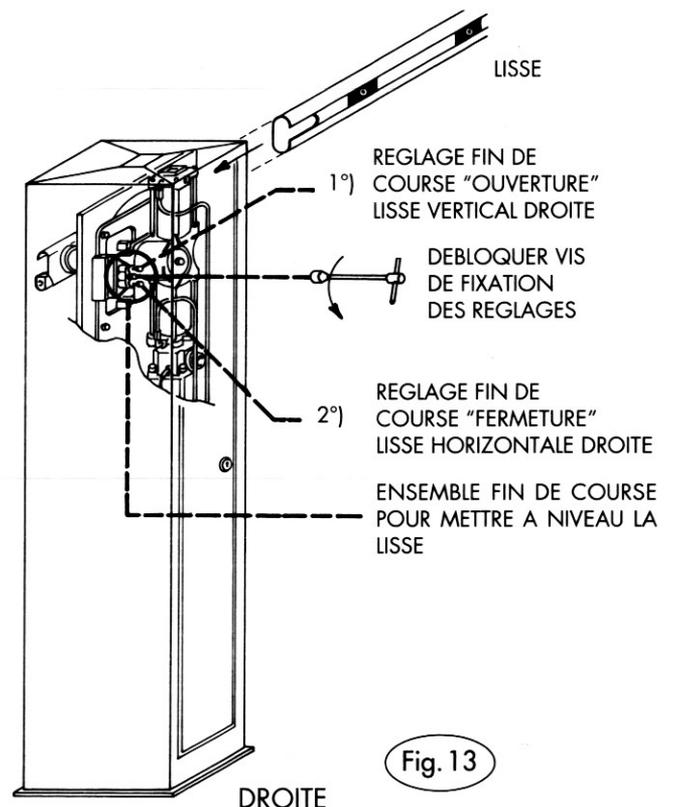

Fig. 13
- Le réglage n° 2 règle la lisse en position horizontale. Fig. 13.